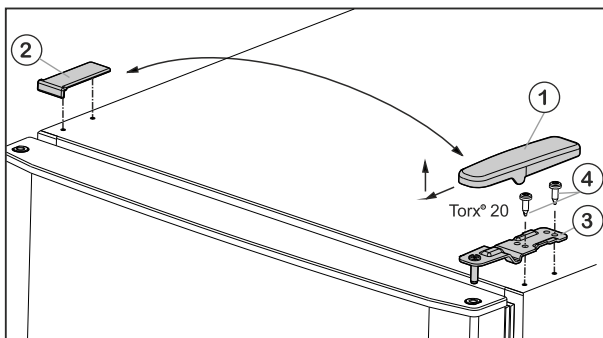

Fig. 5
- ▶ Изтеглете покритието Fig. 5 (1) напред и нагоре.
- ▶ Свалете покритието Fig. 5 (2).
- ▶ Развийте горната лагерна стойка Fig. 5 (3) с (2 x Torx® 20) Fig. 5 (4) и издърпайте нагоре.
- ▶ Поставете средната лагерна опора (13) завъртяна на 180° в долната врата и я завийте със закрепващите винтове (11) (2 x Torx® 20) върху новата шарнирна страна (с 4 Nm).
- ▶ Поставете отново пластмасовия диск (10).
- ▶ Поставете горната врата върху лагерната опора в средата (13).
- ▶ Поставете горната лагерна опора Fig. 5 (3) върху новата страна на шарнира във вратата.
- ▶ Затегнете горната лагерна опора **здраво (с 4 Nm)** (2 x Torx® 20) Fig. 5 (4). Евентуално използвайте акумулаторна отвертка.
- ▶ Поставете капака Fig. 5 (1) от срещуположната страна отвън и го фиксирайте.
- ▶ Поставете капака Fig. 5 (2) също от срещуположната страна отгоре и го фиксирайте.